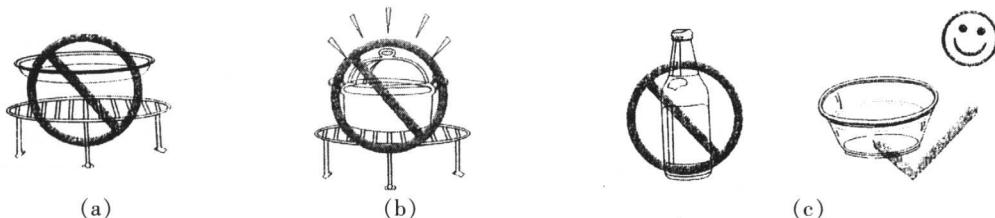

图 1-7 微波烹调切勿使用金属类器具
(1) 使用微波炉前，应检查所用器皿是否适用于微波炉。
① 微波炉采用微波烹调时切勿使用金属架及其他金属器皿。不能使用带金黄色边、银边的器皿，如图 1-7(a)所示。微波炉中通常使用陶瓷、耐热玻璃、耐热塑料等器皿。
② 对于具有光波加热功能的微波炉，使用光波微波组合烹调时，切勿将铝质或其他金属容器放置在金属网架上，以防止打火，如图 1-7(b)所示。
③ 窄颈瓶不可直接放入微波炉加热，如图 1-7(c)所示。